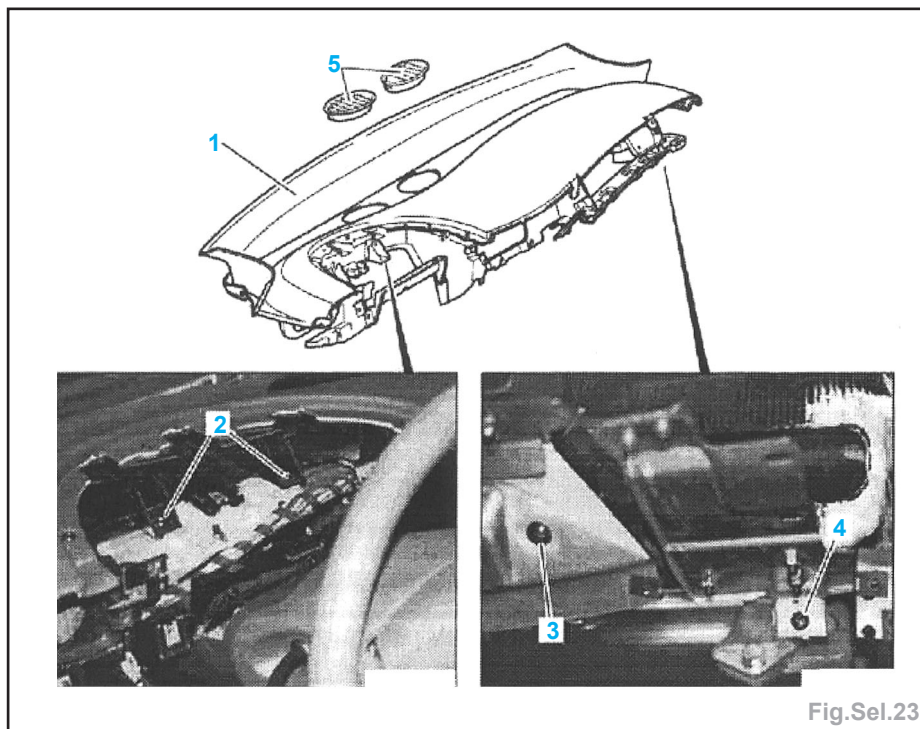

Fig.Sel.23
**planche de bord (Fig.Sel.23) :**
**Nota :** Pour faciliter la repose de la planche de bord, déposer les 2 buses de ventilation (5).